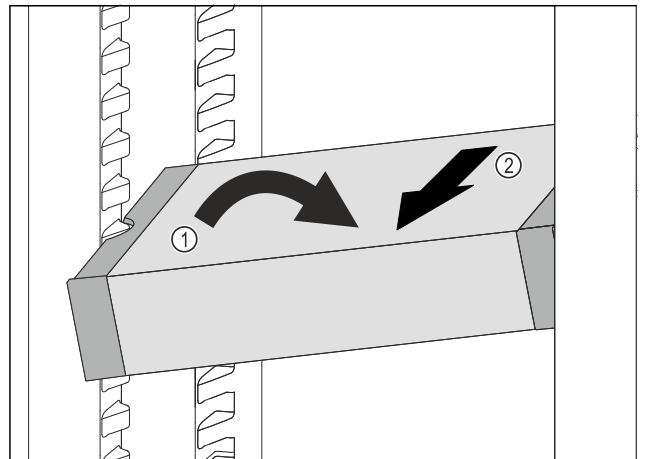

Fig. 143
- ▶ Coloque el VarioSafe en el compartimento del frigorífico en posición oblicua. Fig. 143 (1)
- ▶ Extraiga el VarioSafe hacia delante. Fig. 143 (2)